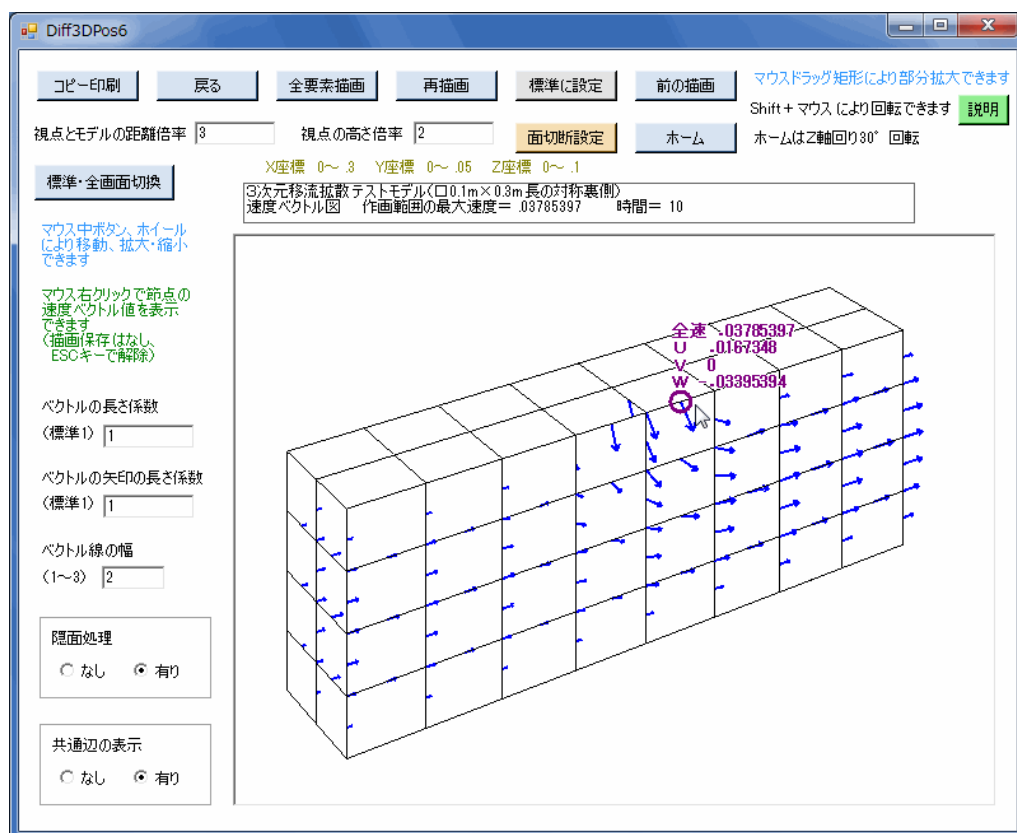

図6-19 流れベクトル図の作画画面（移流有り、マウス右クリックの節点の速度ベクトル値表示）
- ④マウス右クリックで任意の節点を選択すると、図6-19のように同節点の速度ベクトル値が表示されます。